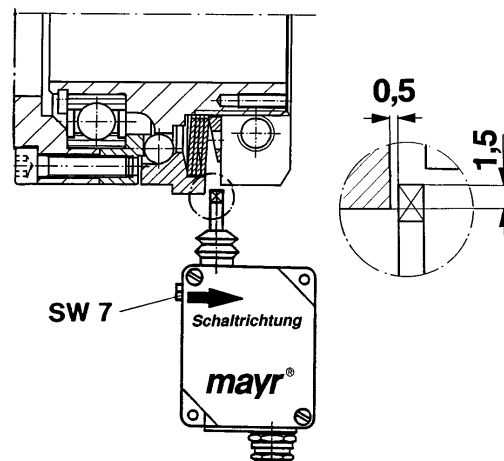
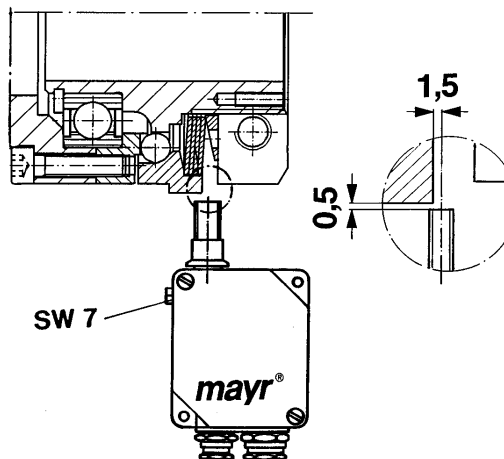

Bild 2
Bild 3
Montage eines Endschalters (Bild 2 und 3):
Der Schaltrichtungspfeil am Gehäusedeckel des mechanischen Endschalters zeigt in Richtung Klemmmutter (9) bzw. in Hubrichtung der Druckscheibe (3). Stellen Sie die Schalterabstände für den mechanischen und berührungsfreien Endschalter nach Bild 2 bzw. Bild 3 ein. Der Abstand der Druckscheibe (3) vom Schaltpunkt kann mit einer Sechskantschraube SW 7 justiert werden.